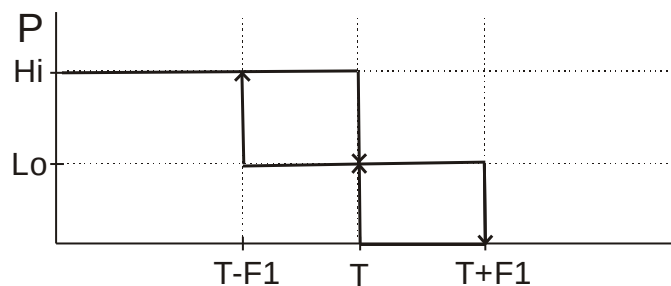

Рис. 4
В данном режиме мощность газового котла (P) регулируется ступенчато, в зависимости от текущего значения температуры теплоносителя (T) и параметра F1 (**“Температура теплоносителя, дифференциал, с”**) по закону, приведенному на рис. 4. Где H_i – соответствует режиму номинальной мощности, L_o – режиму минимальной мощности, 0 – выключению основной горелки.